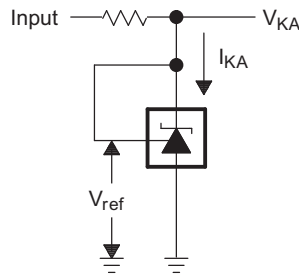

图 17. 针对  $V_{KA} = V_{ref}$  的测试电路
| $V_{REF}$                        | 基准电压                            | 请参阅 图 17 | $V_{KA} = V_{ref}$ , $I_{KA} = 1\text{mA}$                      | ATL43xLIAx 器件                             | 2475 | 2500 | 2525 | mV            |
| $V_{I(dev)}$                     | 整个温度范围内的基准输入电压偏差 (1) | 请参阅 图 17 | $V_{KA} = V_{ref}$ , $I_{KA} = 1\text{mA}$                      | ATL43xLIXI 器件                             |      | 6    | 17   | mV            |
| $I_{min}$                        | 调节的最小阴极电流                       | 请参阅 图 17 | $V_{KA} = V_{ref}$                                              |                                           | 65   | 80   |      | $\mu\text{A}$ |
| $ Z_{KA} $                       | 动态阻抗 (2)             | 请参阅 图 17 | $V_{KA} = V_{ref}$ , $I_{KA} = 1\text{mA}$ 至 $15\text{mA}$      |                                           | 0.3  | 0.65 |      | $\Omega$      |